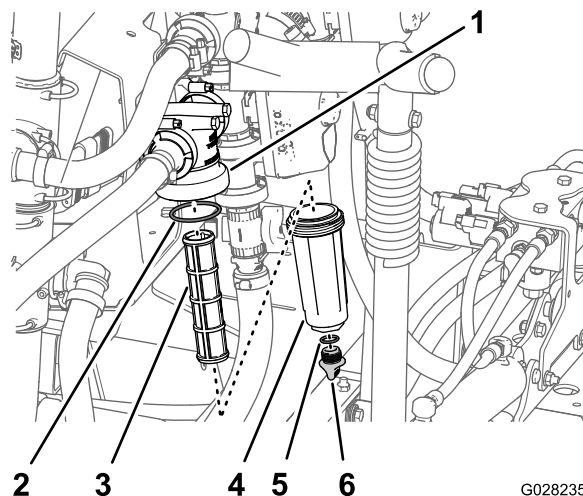

図 102
2. 圧力フィルタの下に受け容器をおく 図 102。
3. 圧力フィッティングのドレンプラグを左に回して外す 図 102。
4. ボウルを左に回してフィルタヘッドから外す 図 102。
5. 古い圧力フィルタエレメントを外す 図 102。
6. ドレンプラグの O リングボウルの内側とボウルの O リングフィルタヘッドの内側に傷や破損がないか点検する 図 102。
7. 新しい圧力フィルタエレメントをフィルタヘッドに取り付ける 図 102。
8. フィルタヘッドにボウルを取り付けて手締めする 図 102。
9. ボウルにプラグを取り付けて手締めする 図 102。